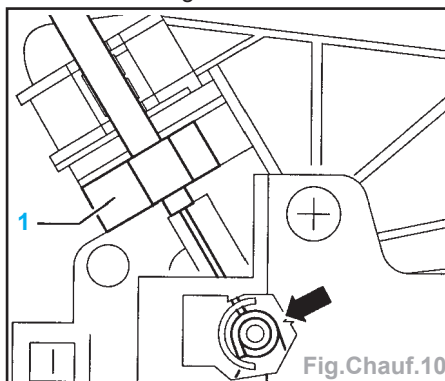

Fig.Chauf.10
- Accrocher le câble du volet de température (flèche) (Fig.Chauf.10).